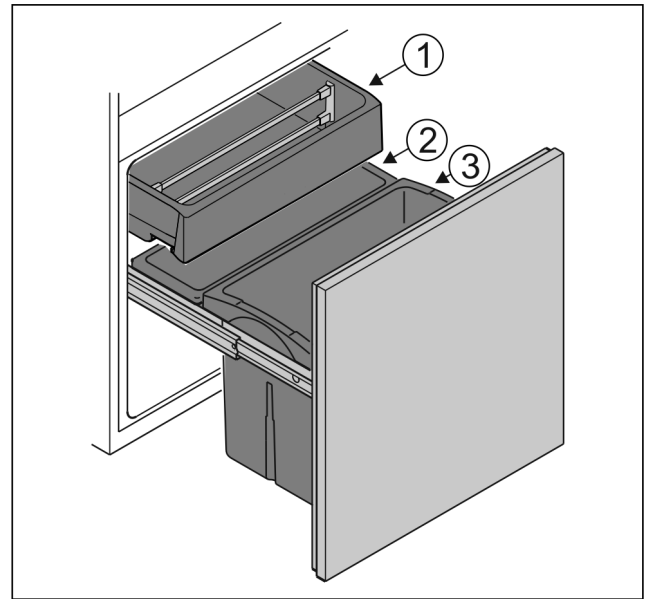

Fig. 68
- ▶ Behälter Fig. 68 (1): Unverpacktes Gemüse und Südfrüchte lagern.
- ▶ Behälter Fig. 68 (2): Unverpackte kleine Obst- und Gemüsesorten lagern.
- ▶ Behälter Fig. 68 (3): Einzelne Flaschen lagern.